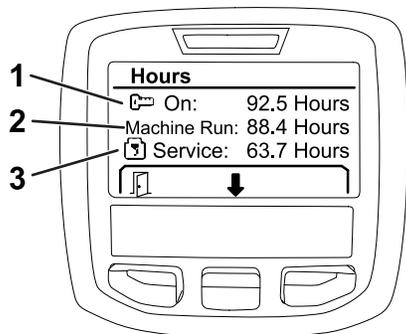

図 29
3. 画面に表示されるカウンタの数値 図 29 から、以下のことが分かる